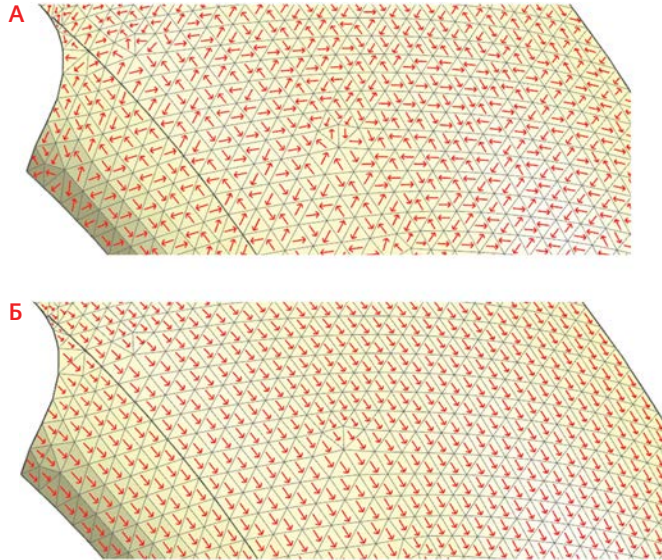

Рисунок 2. Системы координат
- *Система координат элемента (Element coordinate system)* – определяется расположением и нумерацией узлов элемента (рисунок 2, А);
- *Система координат материала (Material coordinate system)* – не зависит от КЭ сетки, используется для ориентации свойств анизотропных и ортотропных материалов, например композиционных материалов (рисунок 2, Б);